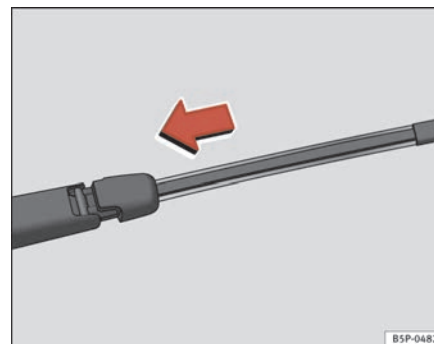

Fig. 145 Colocar la escobilla del limpiaventana
- Sitúe la escobilla, tal como se indica en la ⇒ fig. 145 y deslice el adaptador hasta que encaste.